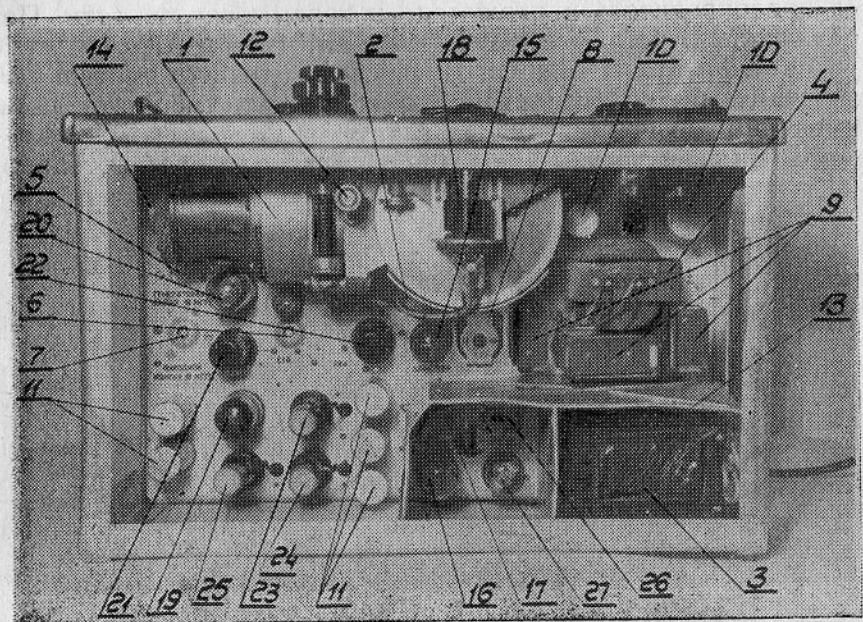

Рис. 9. Общий вид волномера (вид сверху со снятым кожухом).
Настройка контуров кварцевого генератора производится триммерами С21 и С23, доступ к которым открывается через отверстия в шасси (поз. 5 и 7 рис. 9).
В верхней части прибора (рис. 9.) расположены: дециметровый генератор (1), феррорезонансный трансформатор (3),
Регулировка начального положения корректора производится в двух случаях: когда при установке одной из красных риск шкалы диапазона против визира и вращении корректора из одного крайнего положения в другое не получаются биения частот дециметрового генератора с гармоникой кварцевого эталона (прибор предварительно должен быть включен в сеть не менее 40 минут, главный переключатель должен быть установлен в положение „коррекция генератора“, тумблер „калибровка“ в положение „100 мгц“, линия—нуль 20-ти мегацикловой шкалы против перекрестья визира „мгц“), и когда при тех же условиях получаются биения в двух положениях корректора. Такие случаи могут быть за счет случайного вращения регулировочного винта (поз. 12, рис. 9), за счет вытягивания кенгутовой нити (поз. 5, рис. 6), от резких изменений климатических условий и при длительной работе прибора или при смене лампы 6С5Д.
Через час после прогрева схемы следует на высоких частотах диапазона замерить частоту внешнего генератора 3-х сантиметрового диапазона грубым (коаксиальным) волномером и, постепенно меняя частоту внешнего генератора, довести ее до величины, кратной 100 мгц. Записать это значение частоты. После этого поставить главный переключатель в положение „точн. изм.“ и ручкой „градуировка“ в районе частоты, замеренной коаксиальным волномером, найти биение измеряемой частоты с гармоникой дециметрового генератора. Не меняя положения ручек и не выключая прибор, выдвинуть его из кожуха настолько, чтобы можно было вращать регулировочный винт (поз. 12, рис. 9) и повернуть этот винт так, чтобы та красная риска шкалы диапазона, которой соответствует записанное выше значение
Регулировка осуществляется потенциометром регулировки постоянства тока (поз. 8 рис. 9). Замечается точное значение тока в положении главного переключателя „коррекция ген.“, главный переключатель переводится в положение „точное изм.“ и вращением ротора потенциометра достигается то же значение тока, что и замеченное в положении главного переключателя „коррекция ген.“.
Регулировка кварцевого эталона заключается в настройке его контуров и проводится в следующем порядке: главный переключатель ставится в положение „коррекция ген.“ и при помощи отвертки с изолированной ручкой настраивается выходной и генераторный контуры триммерами (поз. 6 и 7 рис. 9) проверяется слышимость калибровочных точек, после чего регулируется постоянство анодного тока дециметрового генератора описанным выше способом.